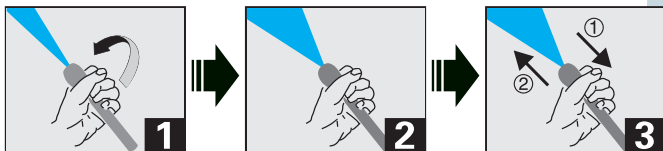

Рисунок 2 - Регулировка струи
2(1) и рис. 2(2).
12. Если вы будете использовать чистящее средство (14.17), переведите сопло в направлении стрелки 2 на рис. 2(3). Для обычного мытья переведите сопло в направлении стрелки 1 на рис. 2(3). Для модели 14.16 используется ёмкость для моющего средства арт. 14.26.